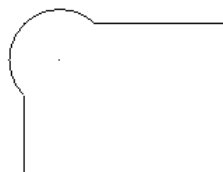

图 3.13.8 清除
- ☑ **间隙** 选项：用于设置在指定的图素拐角处创建刀具的去除材料的路径，如图 3.13.8 所示。